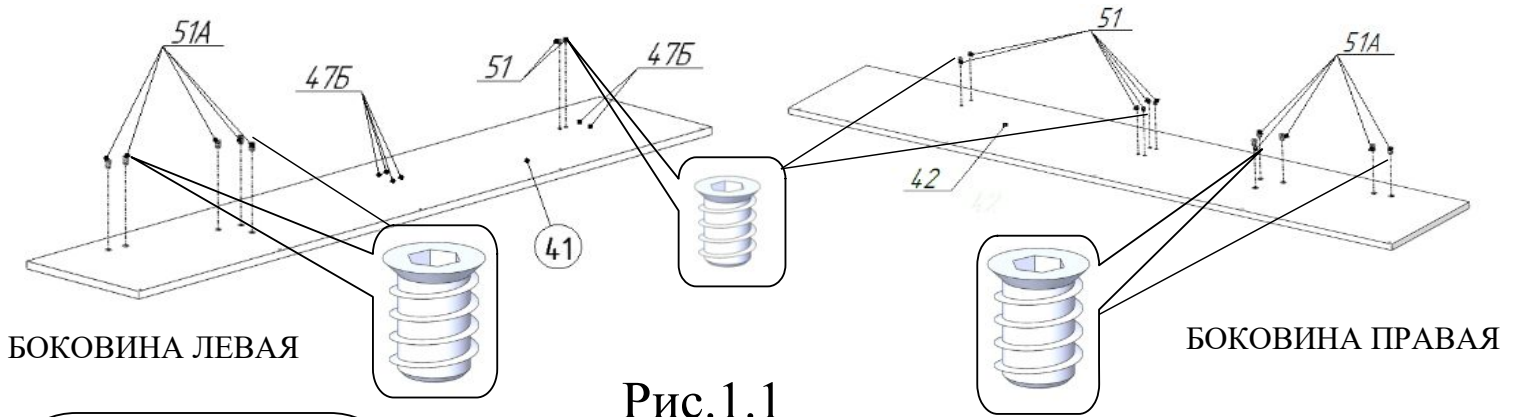
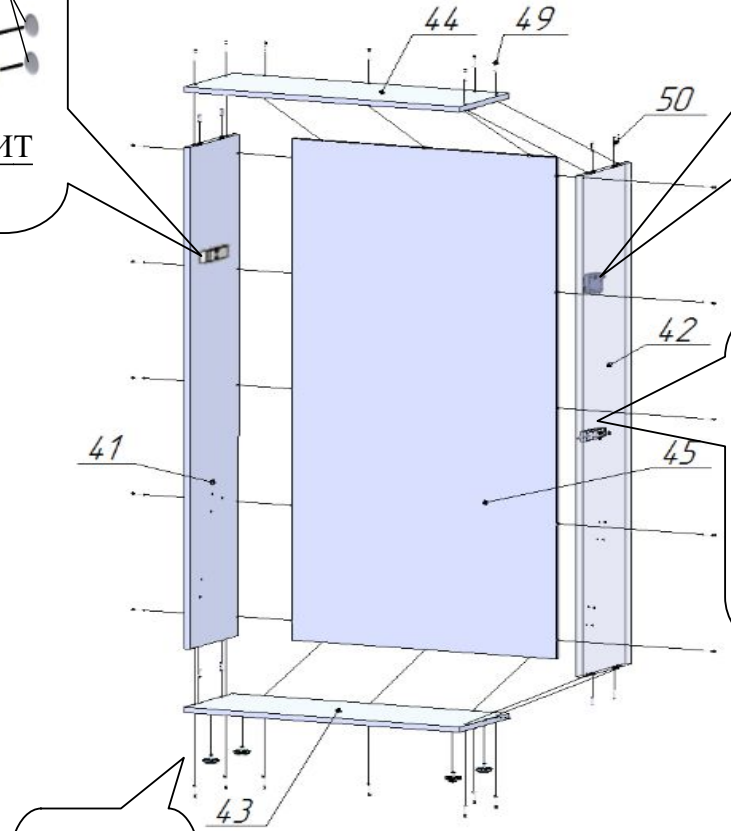

Рис.1.1
Рис.1.2
Установить в боковины поз.41, 42 футорки поз.51,51А, используя шестигранные ключи 6мм и 8мм (рис.1.1). Завинчивание футорок производить до совпадения торцев с плоскостью боковин поз.41,42 (рис.1.1). Установить заглушки поз.47Б в неиспользуемые отверстия в соответствии с рис. 1.1. Состыковать стенки задние поз.45 между собой, использовав шканты поз.50 (рис.1.2). Собрать вокруг стенок задних поз.45 боковины поз.41, 42 и панели поз.43, 44 в соответствии с рис.1.2, используя шканты поз.50 и винты-конфирматы поз.49 (рис.1.2). Установить на головки винтов-конфирматов поз.49 заглушки поз.47А.
10. Поднять раму кровати в вертикальное положение. Надавливанием на верхние углы рамы в горизонтальном направлении, добиться одинаковых зазоров слева и справа между рамой и боковинами короба поз.41,42 (см.рис.1.2).
В случае, если поверхность щита декоративного поз.40 в закрытом (НАЖАТОМ ДО ЩЕЛЧКА МЕХАНИЗМА) вертикальном положении совпадает с кромками боковин поз.41,42 (рис.1.2), регулировка механизма не требуется. Можно провести его окончательное закрепление саморезами